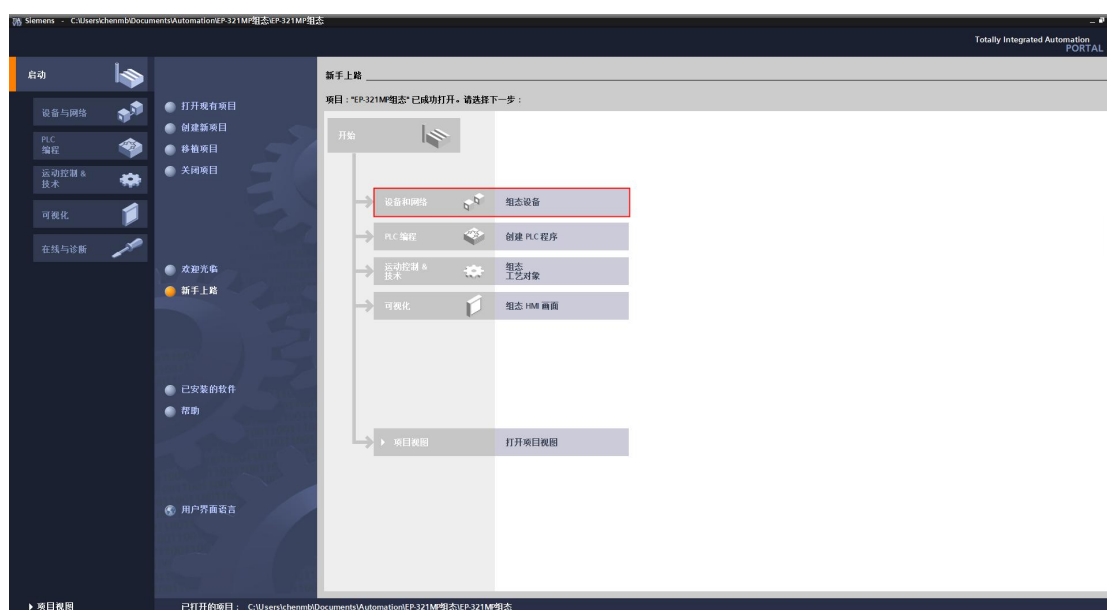
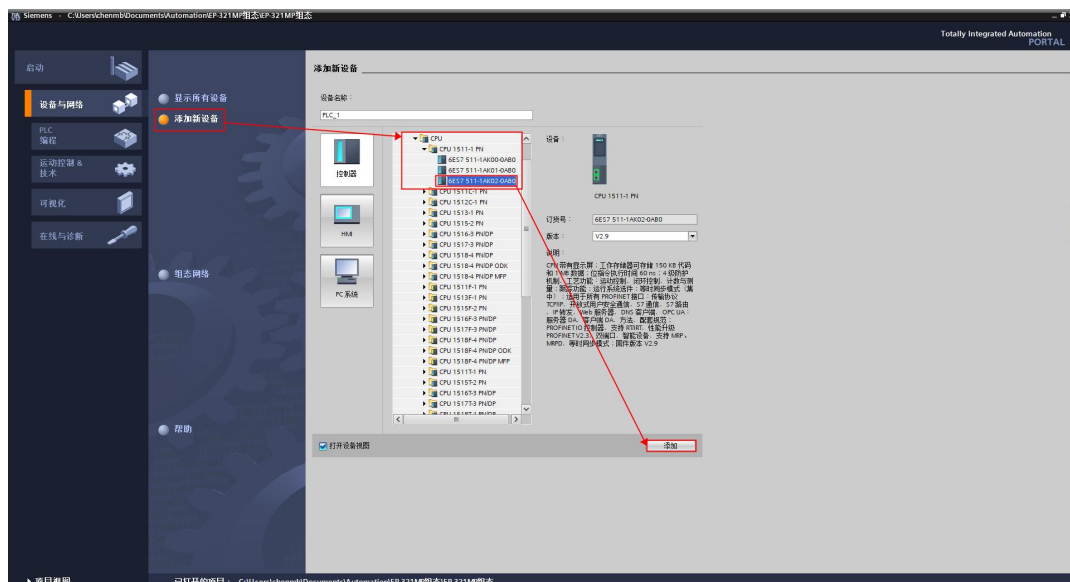
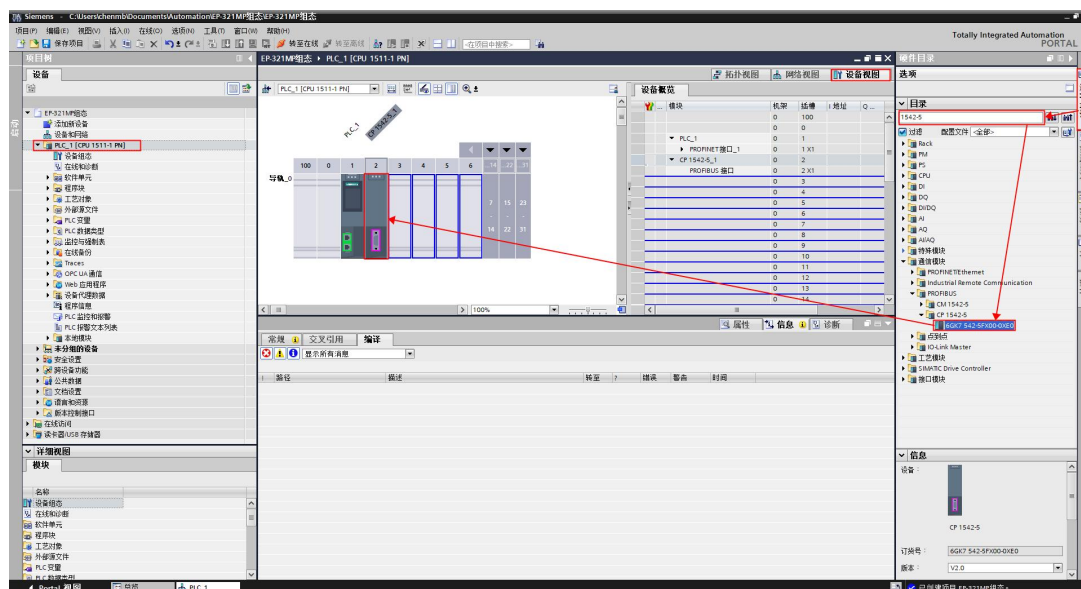

图 2 组态设备
图 3 添加 CPU 型号
图 4 添加 CP 1542-5 DP 主站模块
2. 创建完成后，点击“组态设备”，如图 2 所示：
3. 进入新的界面后点击左侧添加新设备，如图 2 所示；在设备选择菜单中选择 PLC 设备型号，以 S7-1511 为例，设定 CPU 类型，选择对应的订货号，控制器>SIMATIC S7-1500>CPU>CPU 1511-1PN>6ES7 511-1AK02-0AB0 如图 3 所示：
4. 点击图 3 中右下角“添加”，在新界面打开硬件目录，搜索 1542-5，选择 CP 1542-5 模块并双击使其加入设备视图中，如图 4 所示：